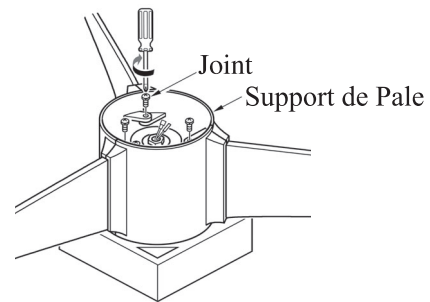

FIG.3
3. Alignez les trous superposés sur le support de lame les uns avec les autres et fixez - les avec les vis fournies. (Voir fig.3)